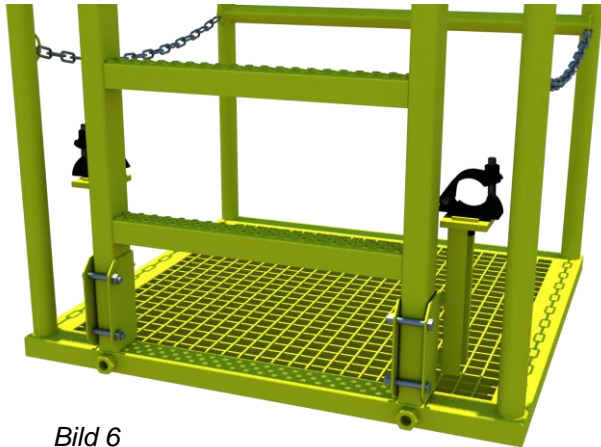

Bild 6
- Die unteren Halterungen Li. und Re. werden um 180° nach unten umgesteckt und verschraubt, sodass die unteren Stützrohre unterhalb des Podestes angebracht werden können. (Bild 6+7)